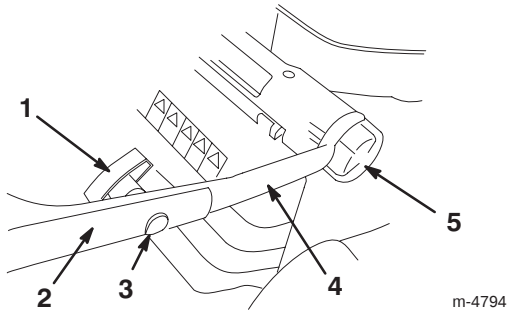

Bild 2
1. Lockern Sie die Griffhöheinstellräder und drehen das untere Handgriffteil in Richtung Rückseite des Rasenmähers, bis es auf eine der in Bild 2 dargestellten Höheneinstellungen ist. Weitere Angaben zum Einstellen der Griffhöhe finden Sie unter „Einstellen der Griffhöhe“ auf Seite 7.
3. Sichern Sie das obere Handgriffteil mit den Ovalkopfschrauben und Griffstellrädern an das untere Teil ab (Bild 2). **Ziehen Sie die Griffstellräder gut fest.**
Sie können den Handgriff auf drei verschiedene Höhen einstellen: hoch, mittel und tief (Bild 2). Wählen Sie die Griffhöhe, die für Sie am bequemsten ist.